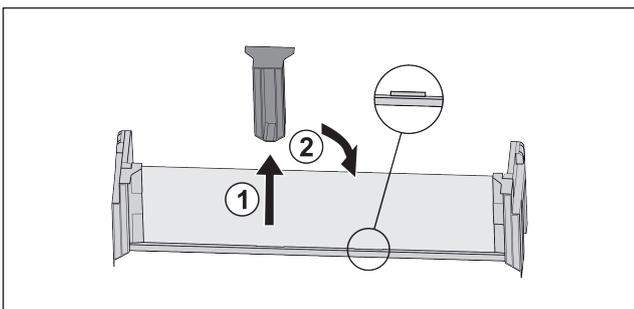

Fig. 29
- ▶ Mittleres Halteteil abziehen Fig. 29 (1).
- ▶ Mittleres Halteteil auf zweiter Position einsetzen Fig. 29 (2).